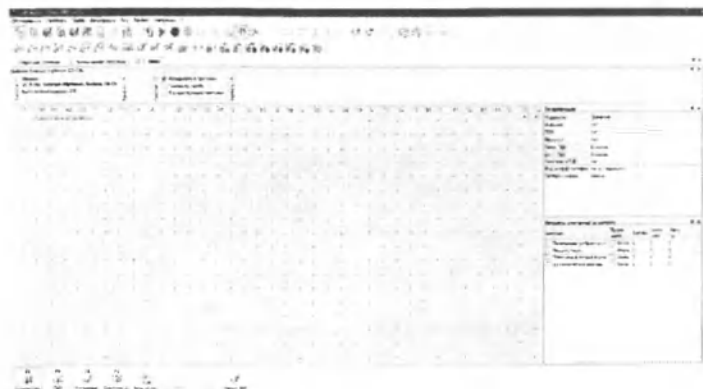

Рис. 169. Окно пробы «Спонтанная активность»
1. Для перехода в режим регистрации спонтанной активности нажмите клавишу [F2] на клавиатуре или в меню кнопок на экране. Появится окно пробы «Спонтанная активность» (рис. 169).